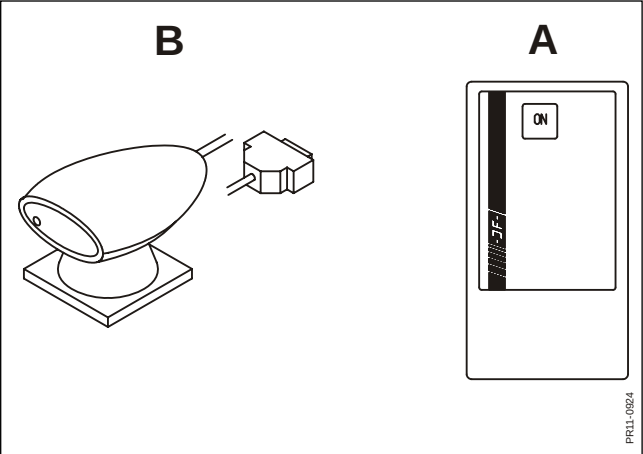

Fig. 7.6
Fig. 7.6 Dette menupunkt giver mulighed for at sende data til PROFEED eller modtage data fra PROFEED. Forudsætningen er at man har anskaffet sig en infrarød håndterminal (A) og en IR-modtager for PC (B), der skal tilkobles den PC der skal kommunikeres med. Udstyret muliggør overførsel af ikke-eksisterende fodermidler til Profeed-systemet. Vedr. bestillingsnumre: se reservedelslisten.